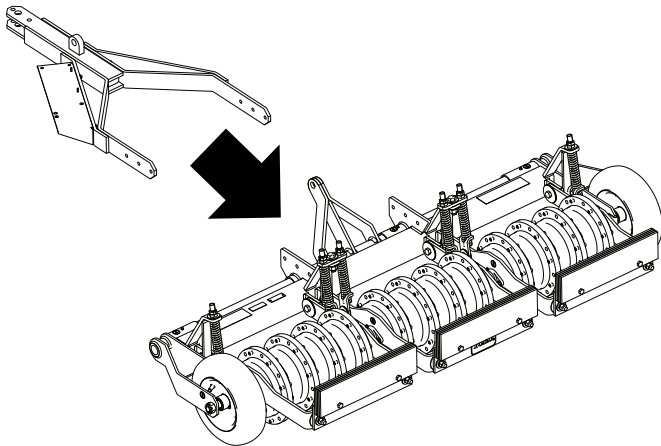

Figure 5
2. Alignez le timon et l'aérateur, comme montré à la Figure 5.